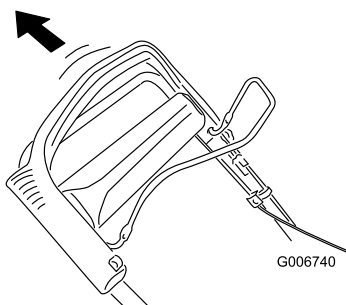

Figura 27
2. Tirate indietro completamente la stegola superiore (Figura 27).